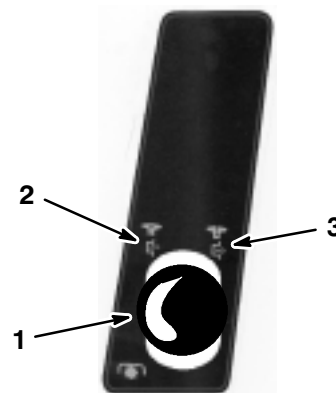

Figure 3
2. Tirer la commande des lames (PdF) en position "EMBAYEE" (Fig. 3).
2. Enfoncer la commande des lames (PdF) en position "DEBRAYEE" (Fig. 3).